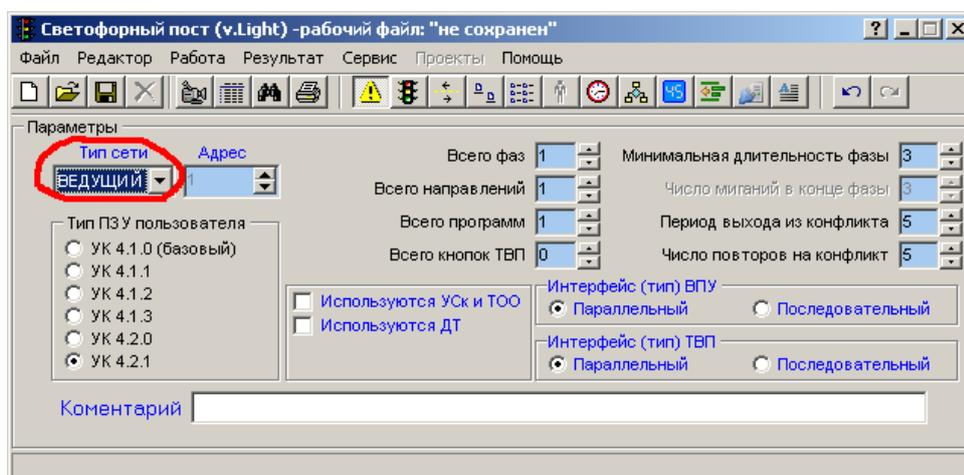

Рис. 4
1) При настройке «ведущего» контроллера необходимо в программе «Светофорный пост» в пункте меню «Работа/Параметры» указать тип сети «Ведущий» (рис. 4).